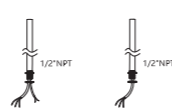

Figure 8
- Step1. Unscrew the nuts on 1/2" NTP. (Figure 8)
Étape 1. Dévisser les écrous sur 1/2" NTP. (Figure 8)